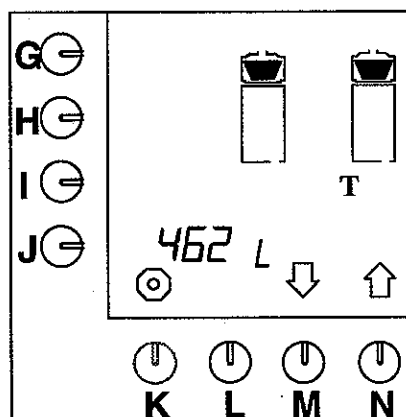

Fig. 19 Kaffebryggerens samlede tæller
- Den samlede tæller vises i displayet. Det samlede antal liter kaffe, der er lavet i løbet af automatens levetid, kan aflæses i displayet (fig. 19).